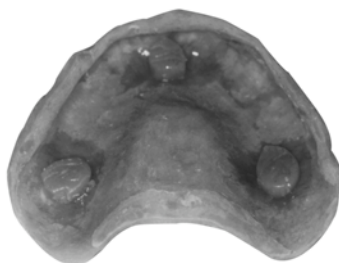

Figura 2 – Topes de tejido
2. **Se recomienda encarecidamente los «topes de tejido» para controlar** la dimensión vertical y el espesor del rebasado. Vea la figura 2.